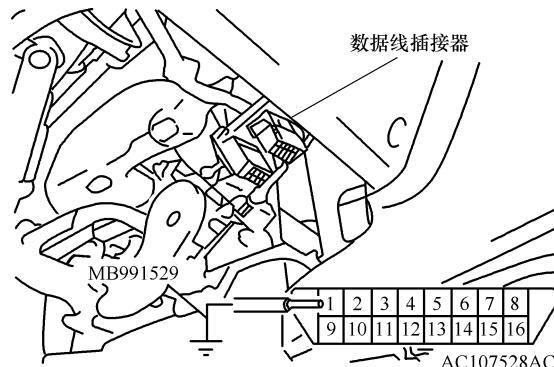

图 2-7 数据连接插接器与跨接线连接方法
- 3) 连接跨接线到数据连接插接器上 (图 2-7) 使数据连接插接器的端子 1 接地,系统将处于密码注册存储模式。